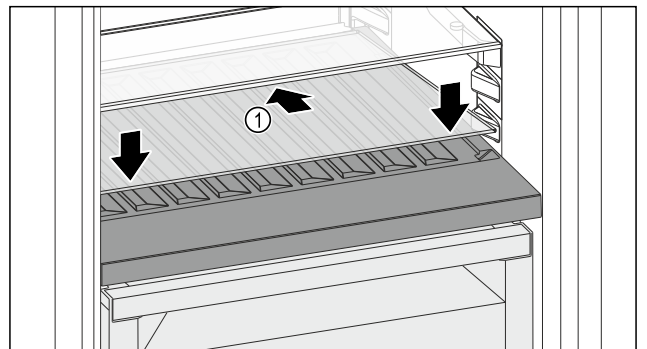

Fig. 100
- ▶ Coloque la placa de vidrio Fig. 100 (1) en ángulo e inclinada hacia atrás y hacia abajo.
- ▶ Levante la placa de vidrio Fig. 100 (1) por la parte delantera.